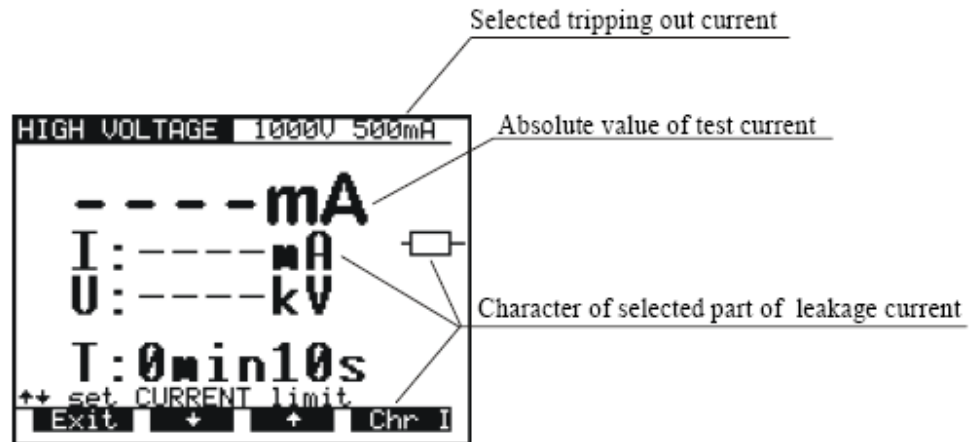

Fig. 6. Trip-out current selection menu
* Druk op **lim** voor het keuzemenu voor uitschakelstroom en type van weergegeven deel van de verliesstroom (resistief of capacitief). Zelfde procedure als voor HV positie (fig. 6).